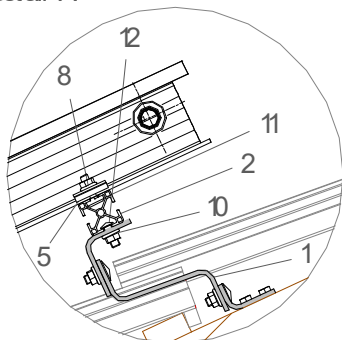

Abb. 2
- Die Montageschiene (2) wird horizontal jeweils oben und unten mittels Torband-Schrauben M8 und Muttern M8 (10+12) an die Dachhaken befestigt, indem Sie in die untere Nut eingeschoben und am Langloch der Haken verschraubt werden (Abb. 2). Achten Sie darauf, dass die Schiene (2) möglichst geradlinig zum Dach ausgerichtet ist.